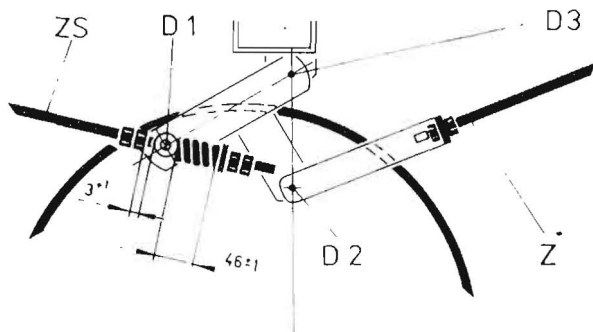

Bild 6/95
Ein Nachspannen des Keilriemens darf nur an der Gewindespindel der federlosen Zugstange (Z) erfolgen (Bild 6/95).
Die Schneidwerkkupplung wird mit Hilfe des Handhebels (SW) eingekuppelt und durch Treten des Pedals (SK) ausgekuppelt. Beide Bedienelemente befinden sich auf dem Fahrerstand. Ihre Bedienung ist im Abschnitt 4.2.11. und 4.2.13. beschrieben (Bilder 4/16 und 4/19). Bild 6/96 zeigt schematisch die Gestängeführung für die Schnellstoppkupplung.